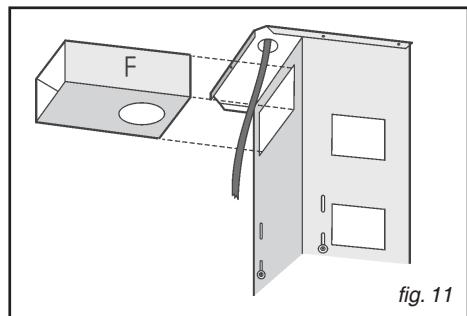
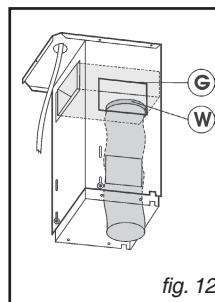

fig. 11
fig. 12
- Luftableitblech (F) in die Struktur einsetzen (Abb.11). Durch die Öffnungen G (Abb. 12) hindurch Flansch (W) am Leitblech (F) befestigen und mittels Drehbewegung befestigen. Zur Abführung der Abluft ein flexibles Rohr (Durchmesser 125 mm) am Flansch (W) befestigen (Abb. 12).